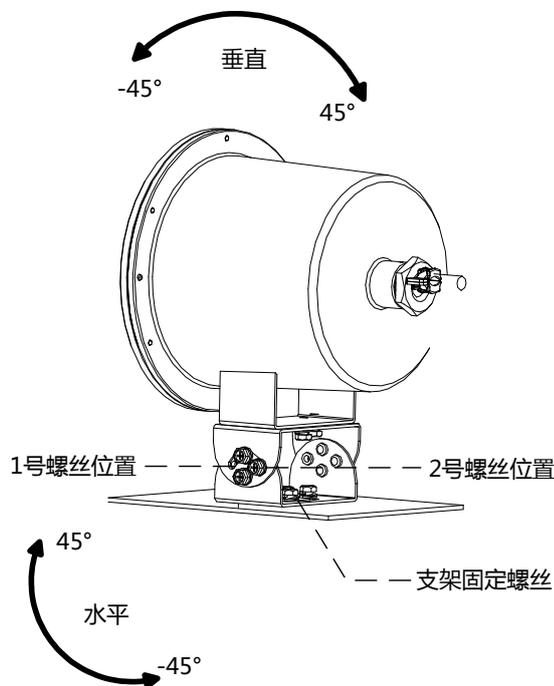

图2-4 角度调节
- 垂直方向 $-45^{\circ}$  ~ $0^{\circ}$  调节：拧松（不拧出）垂直方向上和图 2-4 所示 2 号螺丝位置的 3 颗螺丝，拧出图 2-4 所示 1 号螺丝位置的螺丝，调节至合适的角度后，拧紧垂直方向上和图 2-4 所示 2 号螺丝位置的 3 颗螺丝。
- 垂直方向 $0^{\circ}$  ~ $45^{\circ}$  调节：拧松（不拧出）垂直方向上和图 2-4 所示 1 号螺丝位置的 3 颗螺丝，拧出图 2-4 所示 2 号螺丝位置的螺丝，调节至合适的角度后，拧紧垂直方向上和图 2-4 所示 1 号螺丝位置的 3 颗螺丝。